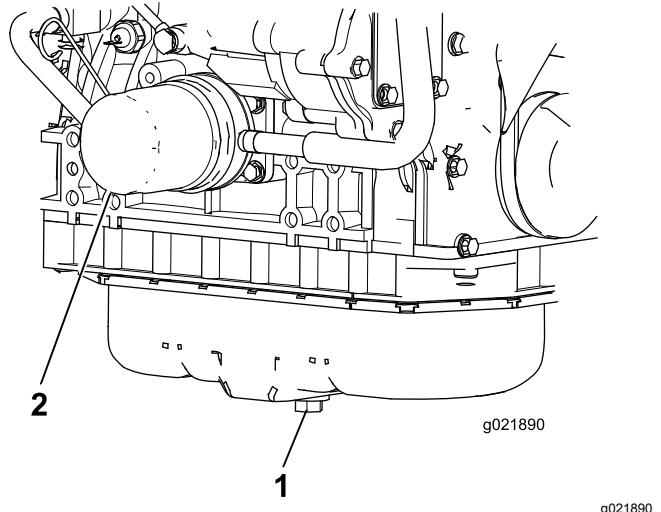

Figura 72
1. Togliete il tappo di spurgo (Figura 72) e lasciate defluire l'olio in una bacinella. Quando tutto l'olio cessa di defluire, rimontate il tappo.
2. Togliete il filtro dell'olio (Figura 72). Applicate un velo di olio pulito sulla tenuta del nuovo filtro prima di avvitarla. **Non serrate troppo**.